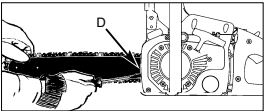

Fig. 5
1. Halten Sie die Spitze der Leitschiene nach oben und drehen Sie die Justierschraube (D) IM UHRZEIGERSINN, um die Spannung der Kette zu erhöhen. Drehen Sie die Schraube ENTGEGEN DEM UHRZEIGERSINN, lockert sich die Spannung der Kette. Prüfen Sie, ob die Kette ganz um die Leitschiene angelegt ist (Abb. 5).